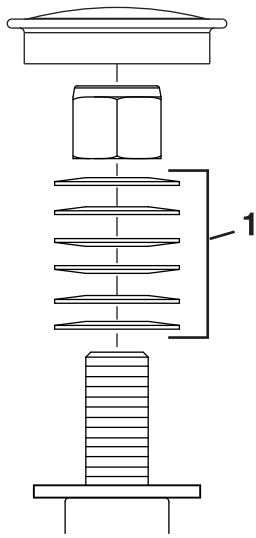

Figura 56
3. Retire el tapón guardapolvo de la rueda giratoria y apriete la contratuerca (Figura 56).
4. Apriete la contratuerca hasta que las arandelas de muelle estén planas, luego afloje ¼ de vuelta para establecer la pre-carga correcta de los cojinetes (Figura 56).
**Importante:** Asegúrese de que las arandelas de muelle están correctamente instaladas, según se muestra en Figura 56.
5. Coloque el tapón anti-polvo (Figura 56).